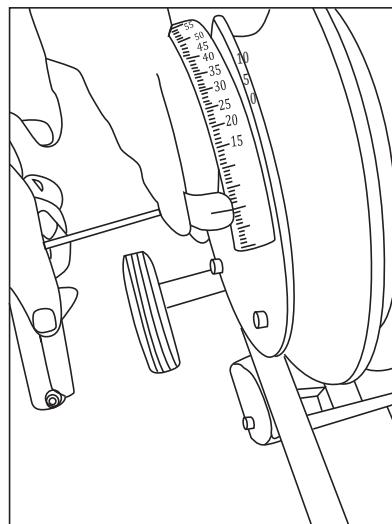

Fig. 3
5. Ajuste el puntero del transportador al aflojar el tornillo para llave Allen en la parte frontal de la zapata, utilizando una llave Allen de 3/16" (Fig. 3).